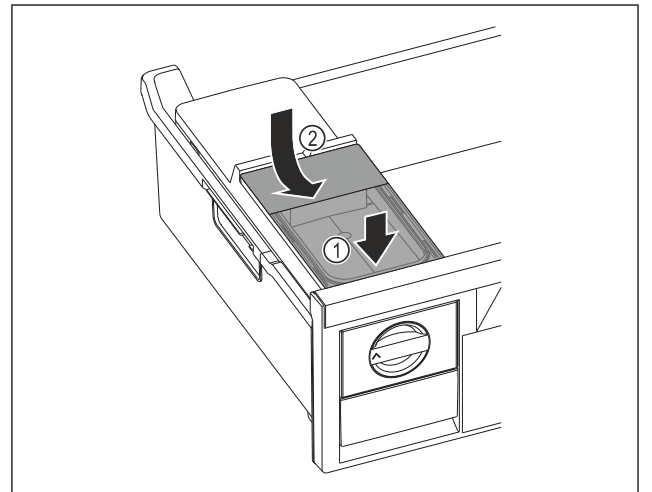

Fig. 72
- ▶ Su deposunun ön tarafını yerleştirin. Fig. 72 (1)
- ▶ Su deposunun arkasını aşağı indirin. Fig. 72 (2)